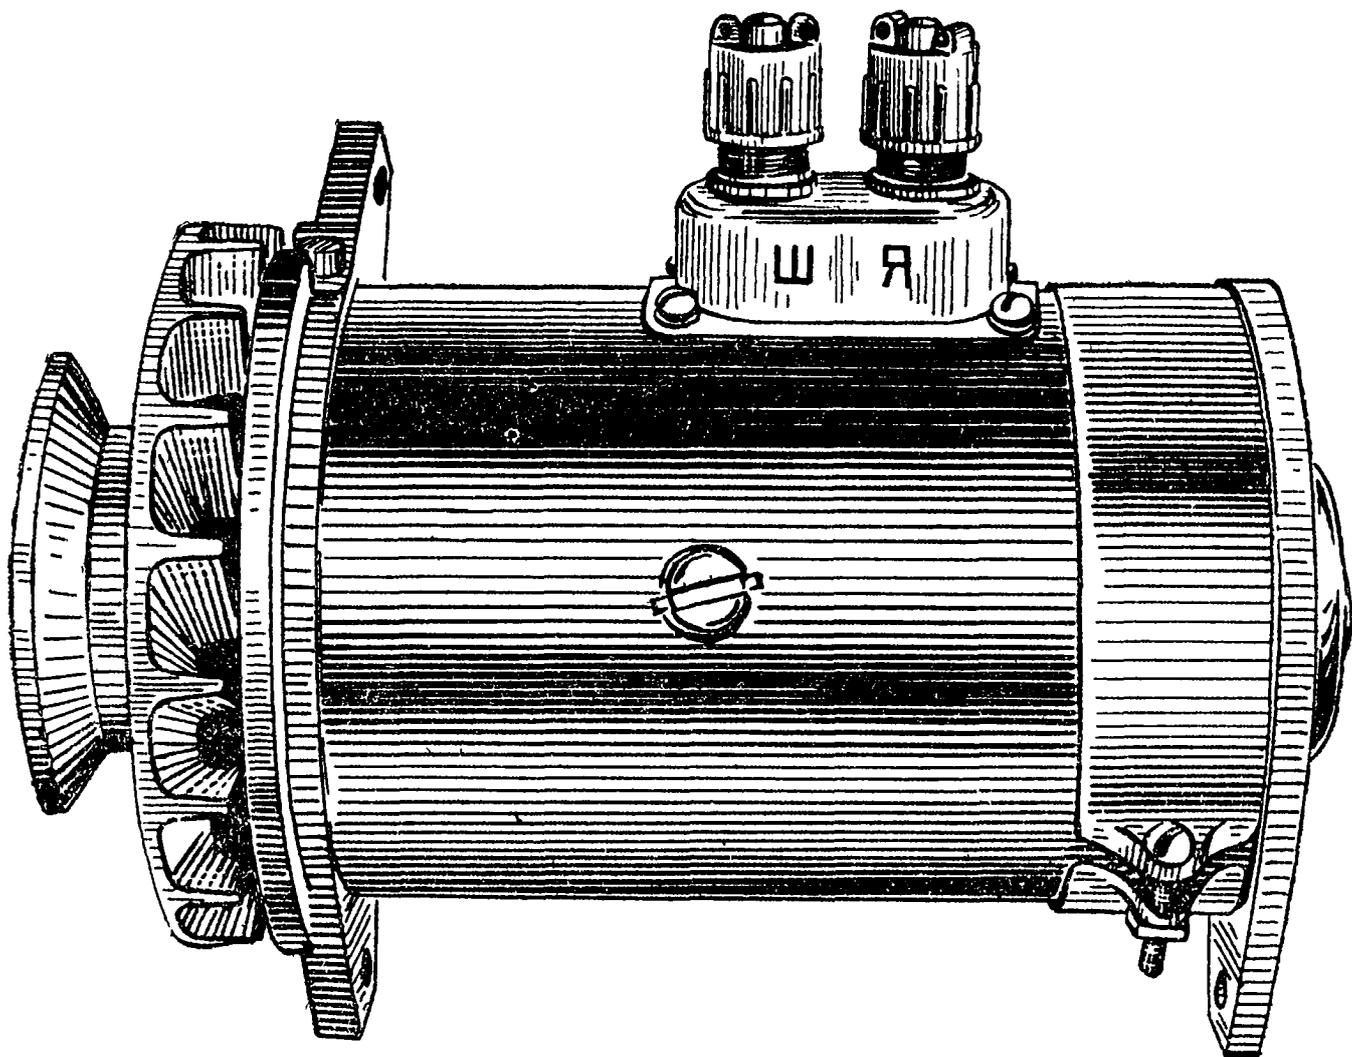

Рис. 48. Общий вид генератора Г112-В.
1. Генератор Г112-В (рис. 48).